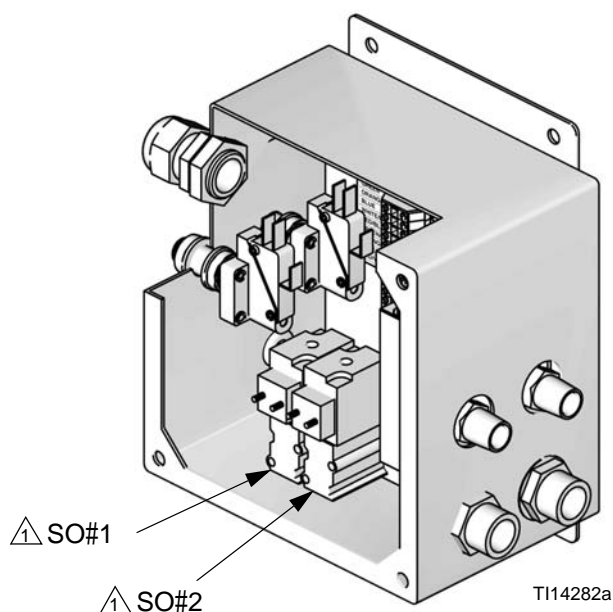

図 7。ソレノイド (二個図示) を設置して下さい
1. それぞれのガン洗浄ボックスキットには、1つのソレノイド (SO) が含まれます。GFB インタフェースモジュールは1つか2つのソレノイドに対応可能です。ソレノイドをエンクロージャーの底背部のマニホールドに設置して下さい。図 7 を参照して下さい。